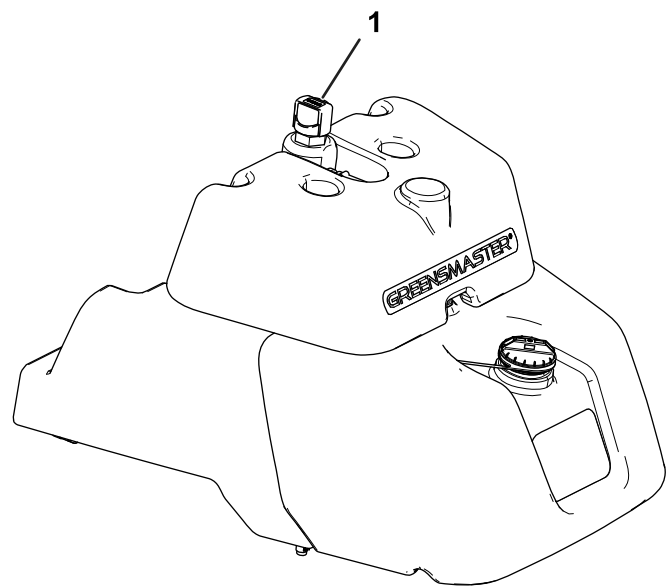

Figure 52
2. Trouvez la jauge sur le haut du réservoir hydraulique principal (Figure 52) et passez à l'opération 3.